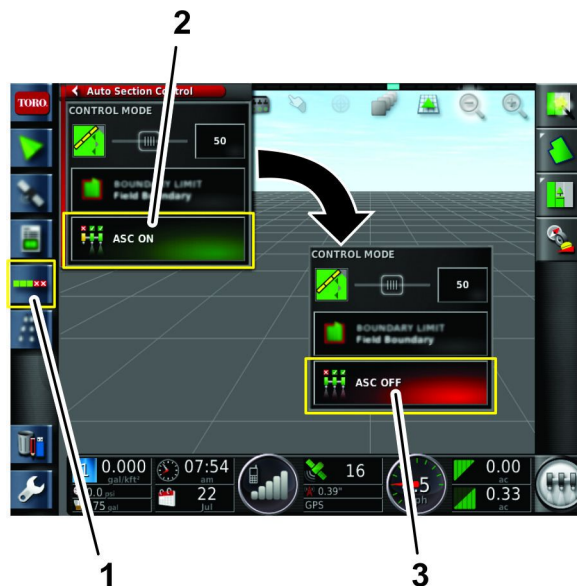

図 94
- A. ASC 自動セクションコントロールアイコンを開く図 94。
- B. ASC アイコンをオフ位置に押す図 94。